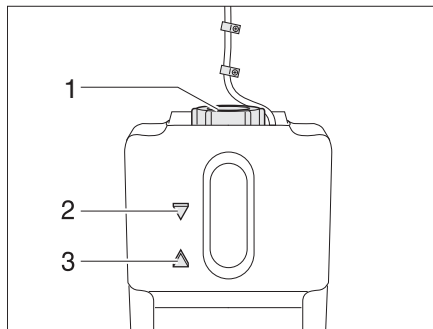

Bild 308 Expansionsbehållare varmvatten-värmesystem
- Kontroll av vätskenivå utförs på expansionsbehållaren (Bild 308), nivån skall ligga mellan markeringarna "MIN" (Bild 308,3) och "MAX" (Bild 308,2).
- Vredet på expansionsbehållaren (Bild 308,1) öppnas.